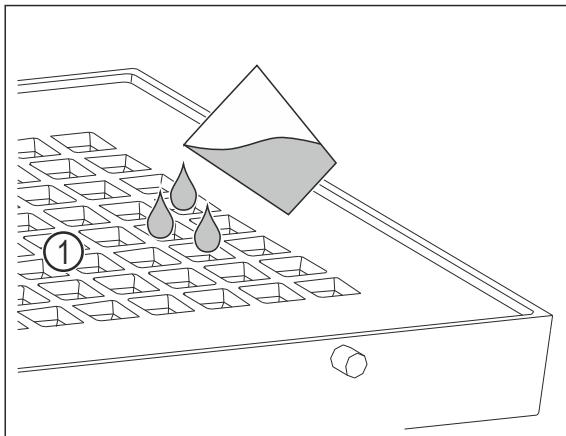

Fig. 103
- Залейте не более 400 мл воды через отверстия Fig. 103 (1) в крышке.